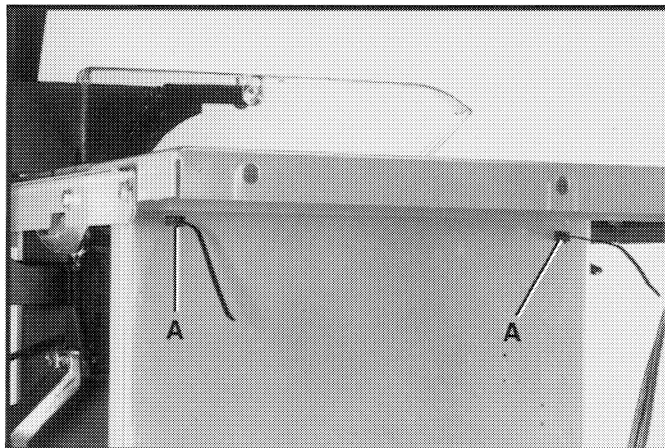

Fig. 36
1. Inserte los extremos de las amarras de cables (A) Fig. 36 dentro de los agujeros sobre el lado superior del gabinete de la sierra. **AVISO:** Si el interruptor fue montado al agujero derecho lejano delantero de la mesa de la sierra, inserte los extremos de las amarras de cables en los agujeros al otro lado del gabinete de sierra.